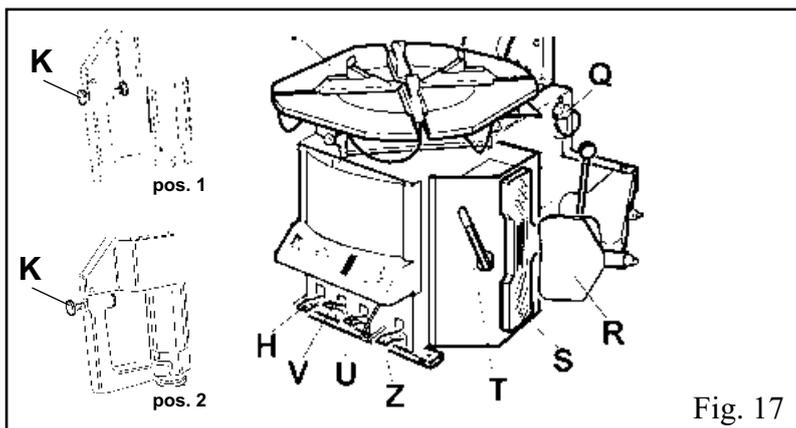

Fig. 17
- Mantenendo la leva in questa posizione, far ruotare il piatto autocentrante (Y) in senso orario tenendo premuto il pedale (Z) fino alla completa fuoriuscita del pneumatico dal cerchio. (Fig. 17)
- Per togliere l'eventuale camera d'aria, senza sbloccare il braccio operante, ribaltare il palo (P) spingendo il pedale (H).
- With the lever held in this position, let the turntable (Y) rotate in a clockwise direction by pressing pedal (Z) down until the tyre is completely separated from the wheel rim (Fig. 17).
- In order to remove the inner tube, if there is one, without unlocking the mounting bar, tilt the arm (P) by pushing pedal (H) down.
- En tenant le levier dans cette position, faire tourner le plateau (L) dans le sens horaire en appuyant sur la pédale (A) jusqu'à ce que le pneu sorte complètement de la jante (fig. 17).
- S'il y a une chambre à air, il faut basculer le bras vertical (T), sans débloquer le bras opérateur, et l'enlever du pneu.
Hebel in dieser Position halten; Zentriertisch (Y) durch konstanten Pedaldruck (Z) im Uhrzeigersinn drehen lassen, bis der Reifen komplett aus der Felge hervorgetreten ist (Abb. 17)